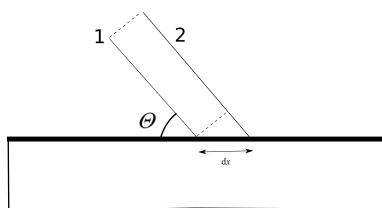

FIGURE 7 – Avancée de la ligne de contact d'une longueur dx .
Pour calculer l'angle de contact, on utilise la modèle de la figure 7.
1. Dessiner la goutte posée sur son substrat et l'angle de contact θ . On va calculer le travail nécessaire pour passer de l'état 1 à l'état 2 (Figure 7). Ce travail est donné par l'énergie de surface $E_2 - E_1$ nécessaire à passer de l'état 1 à l'état 2. On appellera W la longueur du matériau dans la direction transverse.
1. Lorsque l'on passe de la situation 1 à la situation 2 de la figure 7 et que la surface a une rugosité r , quelle sont les surfaces liquide/air, solide/air et solide/liquide créées ?